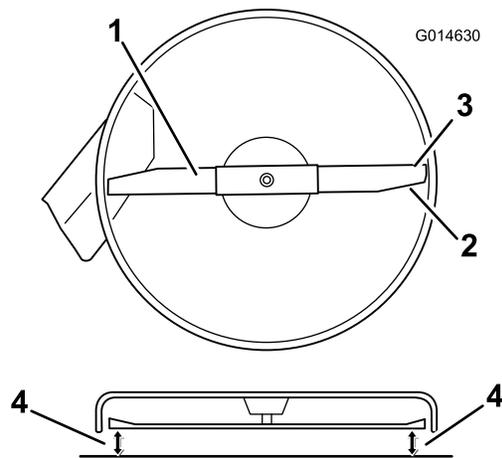

Figura 48
4. Gire cuidadosamente las cuchillas hasta que estén todas orientadas lateralmente (Figura 48).
- Mida entre los bordes de corte exteriores y la superficie plana (Figura 48). Si hay una diferencia de más de 5 mm (3/16") entre ambas dimensiones, se requiere un ajuste; siga con este procedimiento.